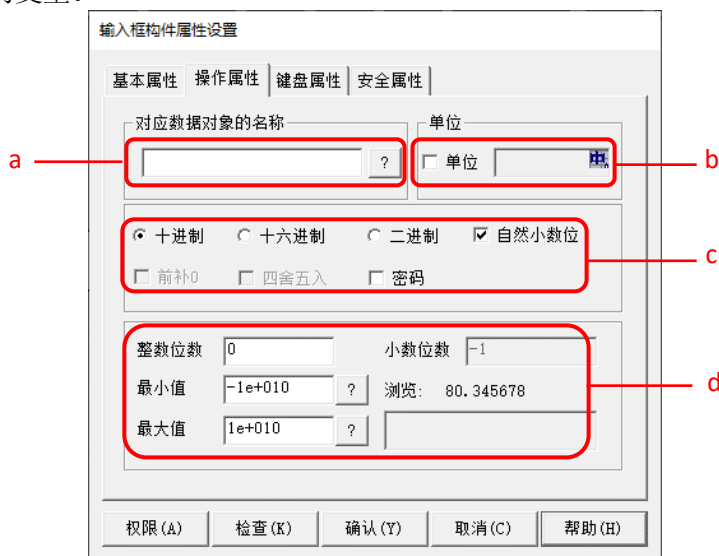

图 2.2-7 输入框操作属性设置
- ② 双击绘制的输入框构件，进入图 2.2-7 所示的【操作属性】，用户只需要在【操作属性】→【对应数据对象名称】中，点击  按钮关联变量，并设置好输入格式，即可在工程运行时通过点击输入框，将数据输入到关联的变量。